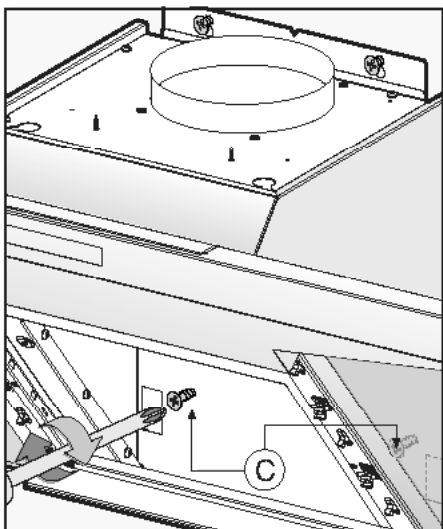

Fig. 8
- По завершении выравнивания окончательно закрепите вытяжку при помощи 2 шурупов **C** (рис. 8).